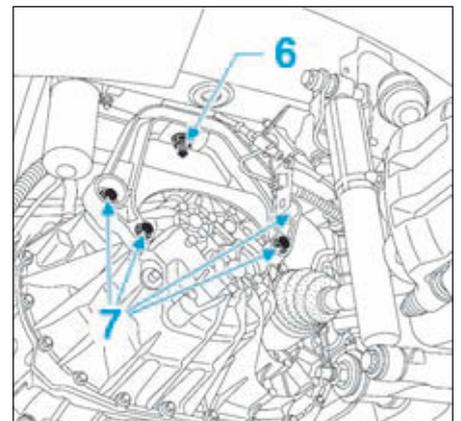

FIG.6
- Déposer les fixations (6) et (7), puis le support pendulaire de boîte de vitesses (Fig.6).